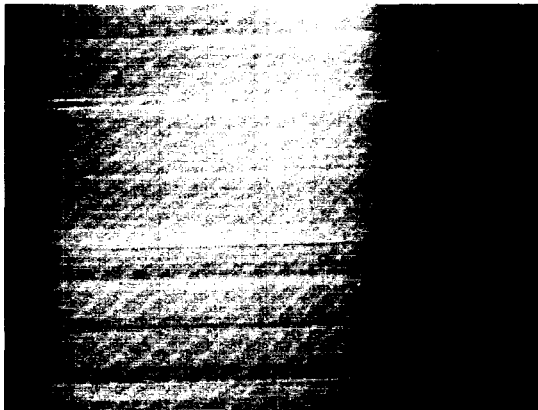

图1 探测器原始数据图
A. 扫描病人有斜道伪影,扫描水模也有斜道伪影,扫描水模获得原始数据,用 dita 诊断程序发现有三个探测器的数据全白(图1),删掉此探测器或者更换一个探测器模块,扫描水模,图像正常。